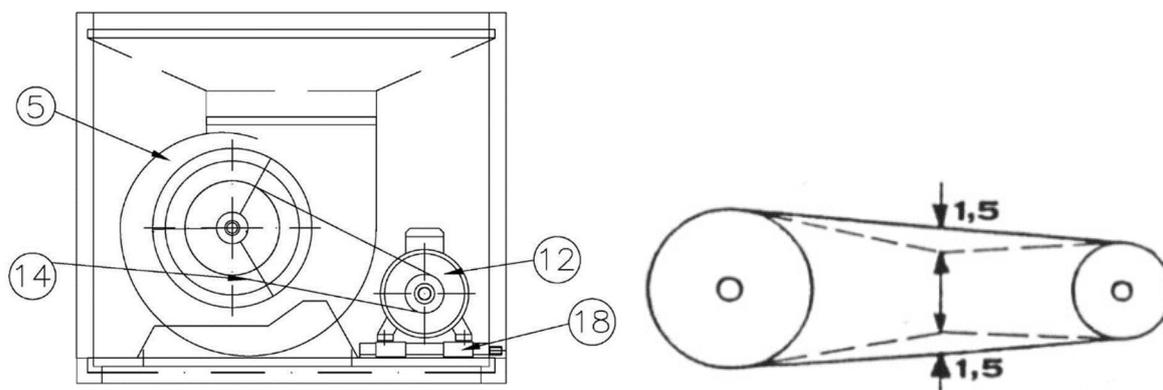

Abbildung 12 Teile der Lüftungseinheit.
- die Riemenspannung: wenn die Riemen mit zwei Händen angespannt sind, wird der Riemen auf ungefähr 2-3 cm angespannt. (siehe Abb. 12). Um die Riemenspannung zu justieren: die Schraube des Motorleiters (18) zu- oder aufschrauben.